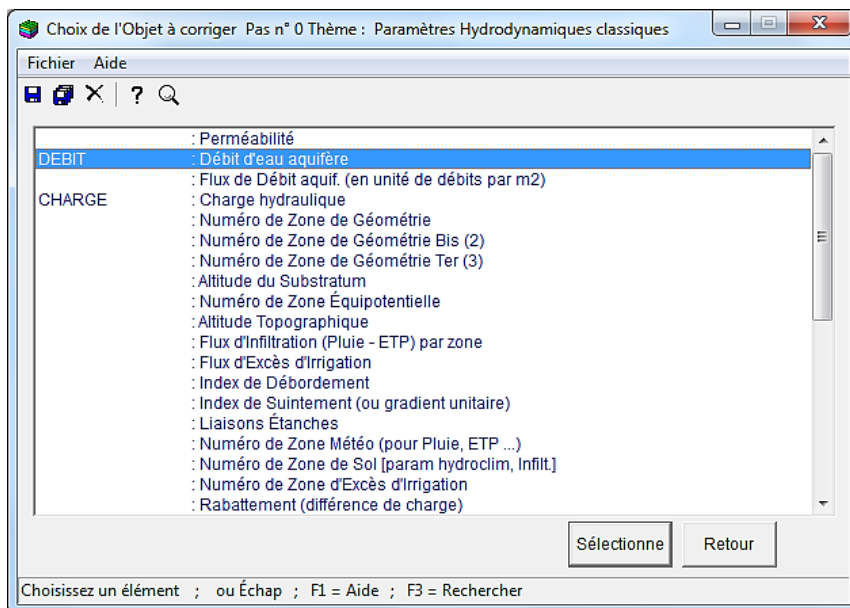

Figure 75 – Visualisation des actions existantes dans le thème choisi.
- Après avoir choisi un thème, on voit alors apparaître les champs ou « Objets » concernés par les actions existantes de ce thème (Figure 75). Il est possible d'obtenir des précisions sur les champs concernés en appuyant sur la touche [F3]. On sélectionne alors un des champs.